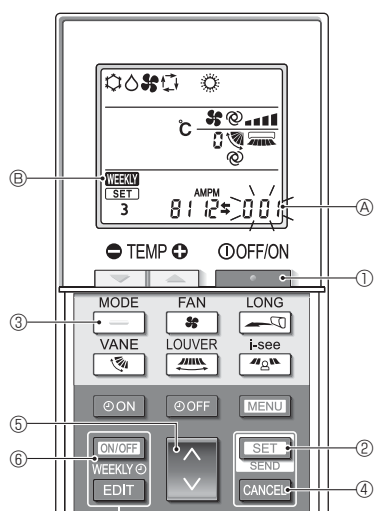

Fig. 4-9
### 4.9.8. Отключение автоматического режима (Fig. 4-9)
1. Нажмите кнопку ①, чтобы остановить работу кондиционера воздуха.
• Если недельный таймер активирован, нажмите кнопку ⑥ для отключения таймера (WEEKLY ⑥ исчезнет.)
2. Нажмите и удерживайте в течение 5 секунд кнопку ②.
• Прибор войдет в режим настройки функции. (Будет мигать групповой номер настройки модели ⑨.)
3. Нажмите кнопку ⑤.
4. Завершение настроек (Fig. 4-9)